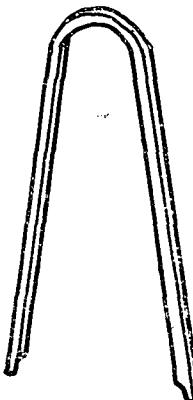

图2
B. 类似下面所示的镊子型钳子。 (用来拆下16KB扩展存储器配套元件。) (见图2)